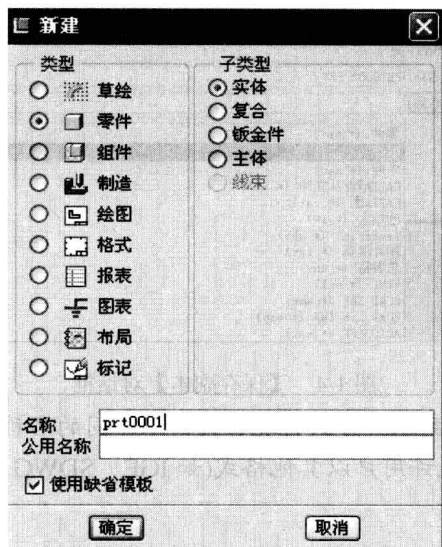

图 1-3 【新建】对话框
(1) 在工具栏中点击“”或在菜单中点击【文件】→【新建】，打开【新建】对话框，如图 1-3 所示。
(2) 选取要创建的文件类型。下面简单介绍本书中用到的几种文件类型。
(3) 在【名称】文本框中键入文件名或使用缺省名。
(4) 点击【新建】对话框中的“**确定**”按钮, 新建文件打开, 且缺省的基准平面会显示在主窗口中。系统会为所选的文件类型配置菜单和选项。